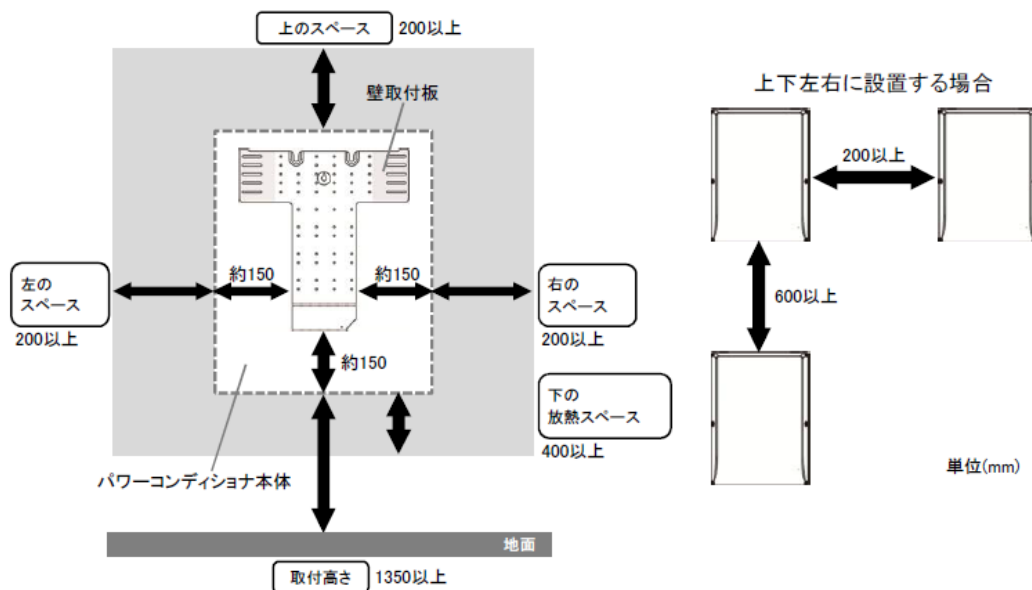

図 7-1 壁面取り付け時の周囲との最低スペース
- (1) パワーコンディショナは壁面に正しい方向で取り付けてください。
- (2) パワーコンディショナの重量 (壁取り付け板を含め 32kg) に十分耐える壁構造が必要です。
- (3) パワーコンディショナは水平に設置してください。
- (4) パワーコンディショナの前面には点検スペースとして 800mm 以上を確保することを推奨します。また、上下左右は放熱スペース及び点検のために、図 7-1 に示すスペースが必要です。パワーコンディショナに同梱されている施工説明書を参照の上、正しく据付けてください。